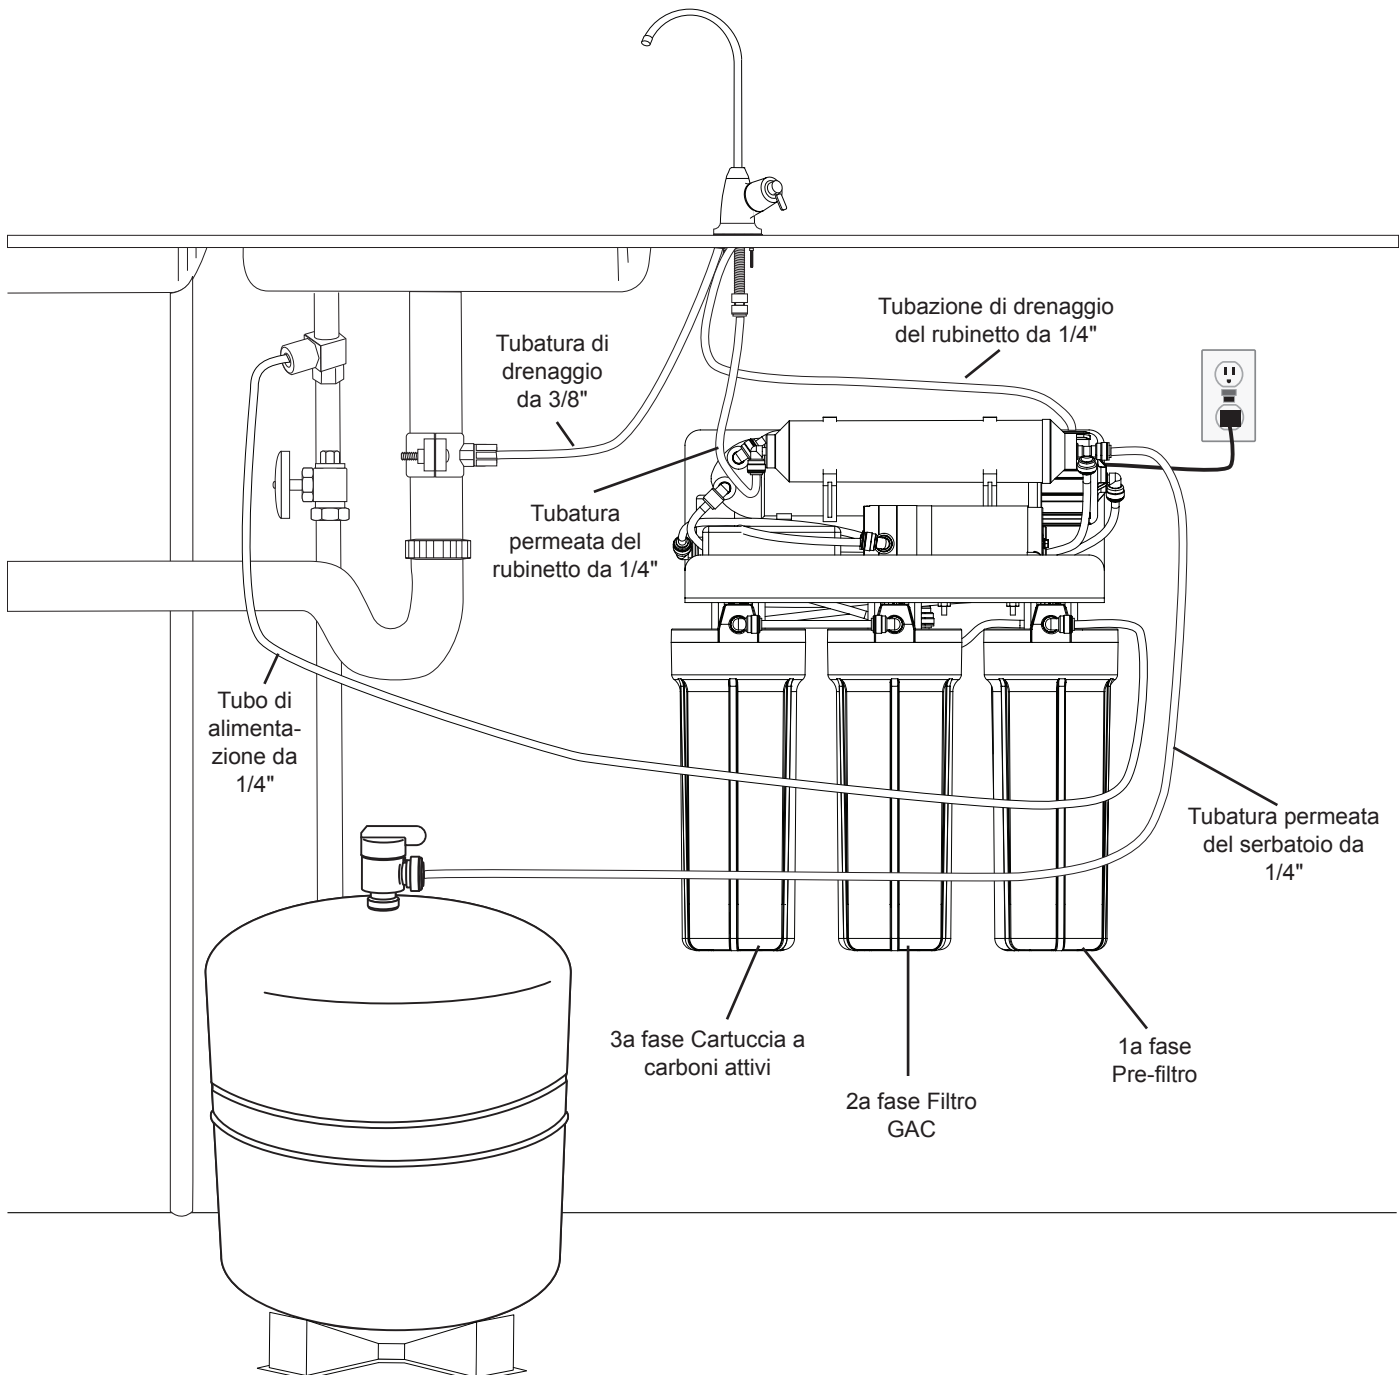

Figura 12
- A. Fissare il morsetto di drenaggio alla sezione verticale del tubo di scarico, circa 6" al di sopra del filtro. Assicurarsi che l'apertura del morsetto di drenaggio sia rivolta verso il rubinetto dell'acqua potabile (si veda Figura 12).